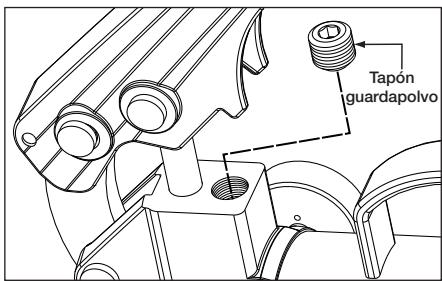

Figura 12, Válvula de alivio (P-18 y P-39)
- Sólo modelo P-84:** instale un manómetro de 0-1.000 bares [0-15.000 psi] en el orificio "A" de la bomba. Instale un tapón de tubería en el orificio "B" de la bomba. Mueva la palanca de la válvula de control hasta la posición (A).
- En los modelos P-18 y P-39, la válvula de alivio está situada en la superficie superior del cabezal de la bomba. Véase Figura 12.